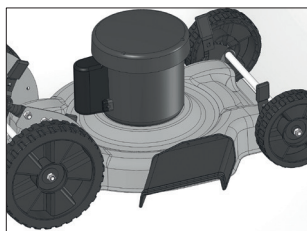
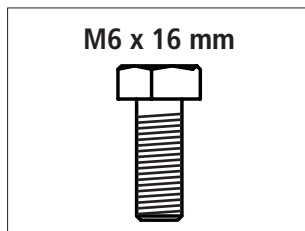
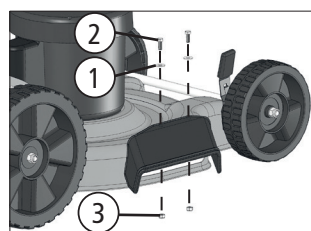

Fig. 19
Fig. 20
Fig. 21
Para montar o defletor, posicione-o sobre o chassi como indicado na figura [Fig. 19], localize os dois parafusos M6 x 16 mm [Fig. 20] - em tamanho real, insira as arruelas lisas (1) nos parafusos (2) e insira o conjunto na furação do defletor. Para concluir a montagem e fixar o conjunto, utilize as porcas autotravantes (3) que acompanham o produto [Fig. 21].